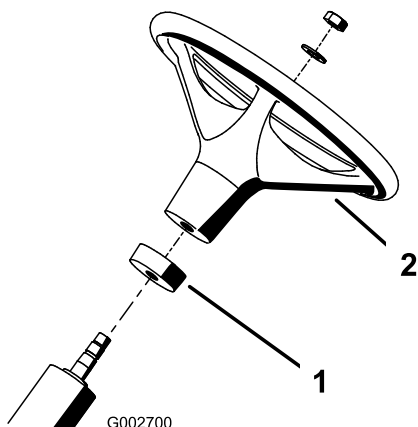

Bild 2
2. Schieben Sie den Schaumkragen auf die Lenkwelle (Bild 2).
3. Schieben Sie das Lenkrad auf die Lenkwelle (Bild 2).
4. Befestigen Sie das Lenkrad mit einer Scheibe und Sicherungsmutter an der Lenkwelle (Bild 2). Ziehen Sie die Sicherungsmutter mit 27 bis 35 Nm an.